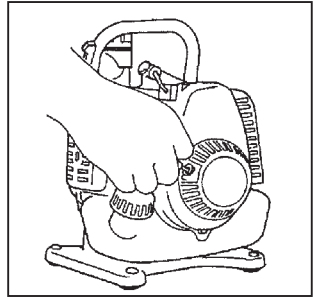

Рис. 2-4
1. Установить рычаг заслонки в положение CLOSED (ЗАКРЫТО) (1).
2. Установить дроссельный рычаг прикл. на 1/2 открытия дросселя (2).
3. Быстро потянуть возвратный стартер, крепко удерживая рычаг в руке и не позволяя ему защёлкнуться назад. (Рис. 2-4)